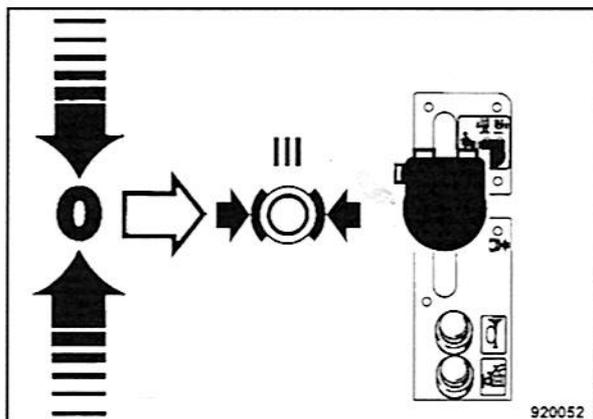

Fig. 72
- Retroceder la palanca de marcha (Fig. 72) poco a poco a posición "0" y encajarla hacia fuera en posición de encastre "III", freno de servicio.